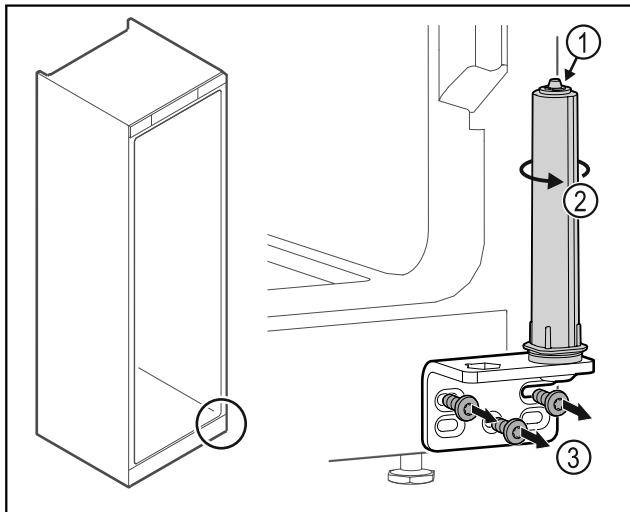

Fig. 34
- Не разглобявайте затварящата система на вратата Fig. 34 (1).
- ▶ Въртете затварящата система Fig. 34 (2), докато тя щракне.
- ▶ Развинете ъгъла на пантата Fig. 34 (3).